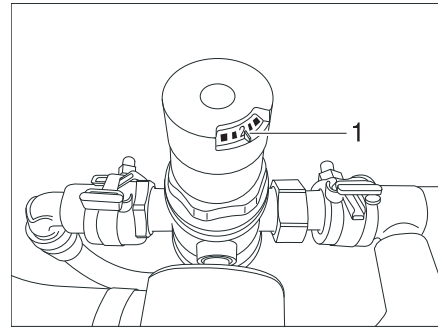

Bild 179 Druckminderer-Einstellung
- Druckminderer-Einstellung von 2 bar (Ausstattung Boiler) bzw. 3 bar (Ausstattung Durchlauferhitzer) (Bild 179,1) kontrollieren.